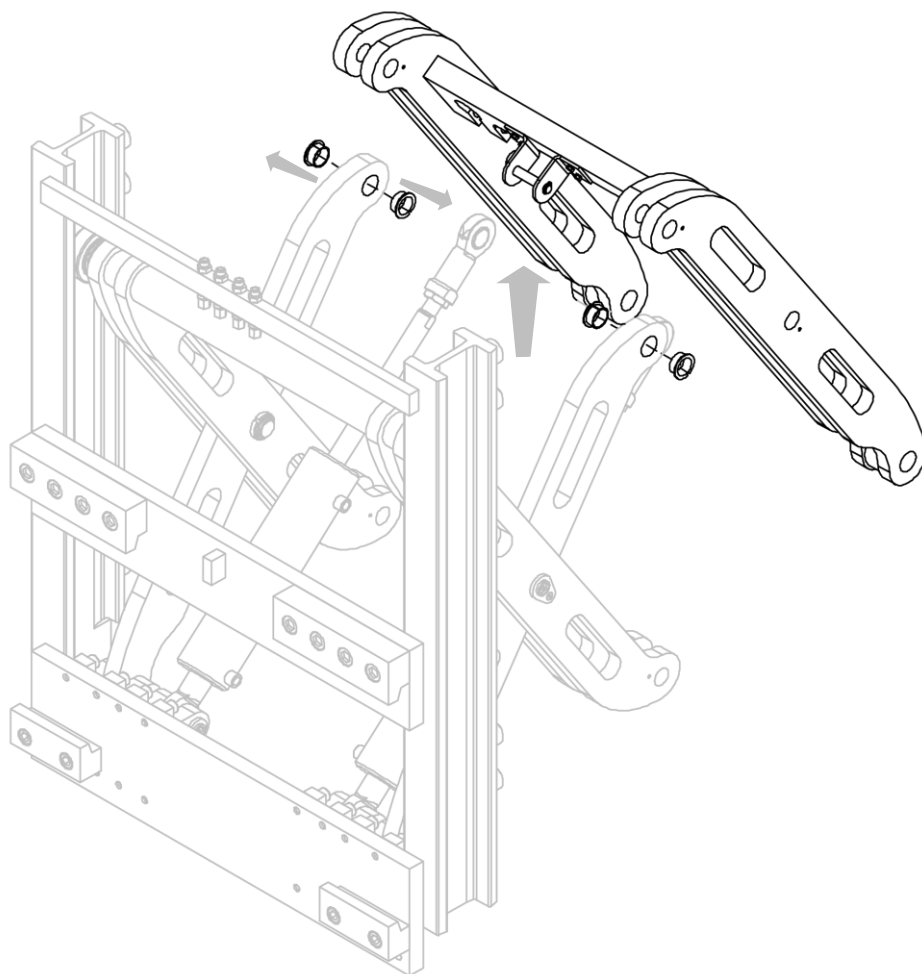

Figura 12
6. Rimuovere la coppia di bracci dall'attrezzatura, con le relative boccole di oscillazione (vedi Figura 12).